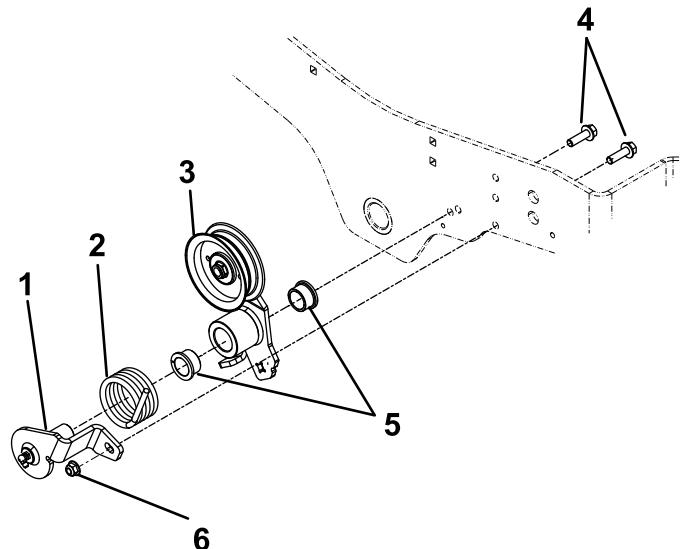

図 6
3. アイドラサポートとアイドラアームをマシンのフレームに取り付けるボルト $\frac{3}{8}$ x 1 $\frac{1}{4}$ " 2 本、ブッシュ 2 個、ナイロンロックナット $\frac{3}{8}$ " 1 個を使用する図 6 を参照。